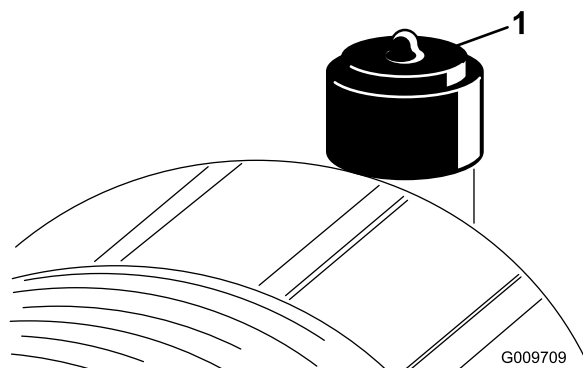

図 47
エアクリーナのフィルタの整備は、インジケータが赤色になってから行ってください 図 47。早めに整備を行っても意味がありません。むしろフィルタを外したときにエンジン内部に異物を入れてしまう危険が大きくなります。
2. インジェクタ 図 47 が赤になっている場合はリセットする。